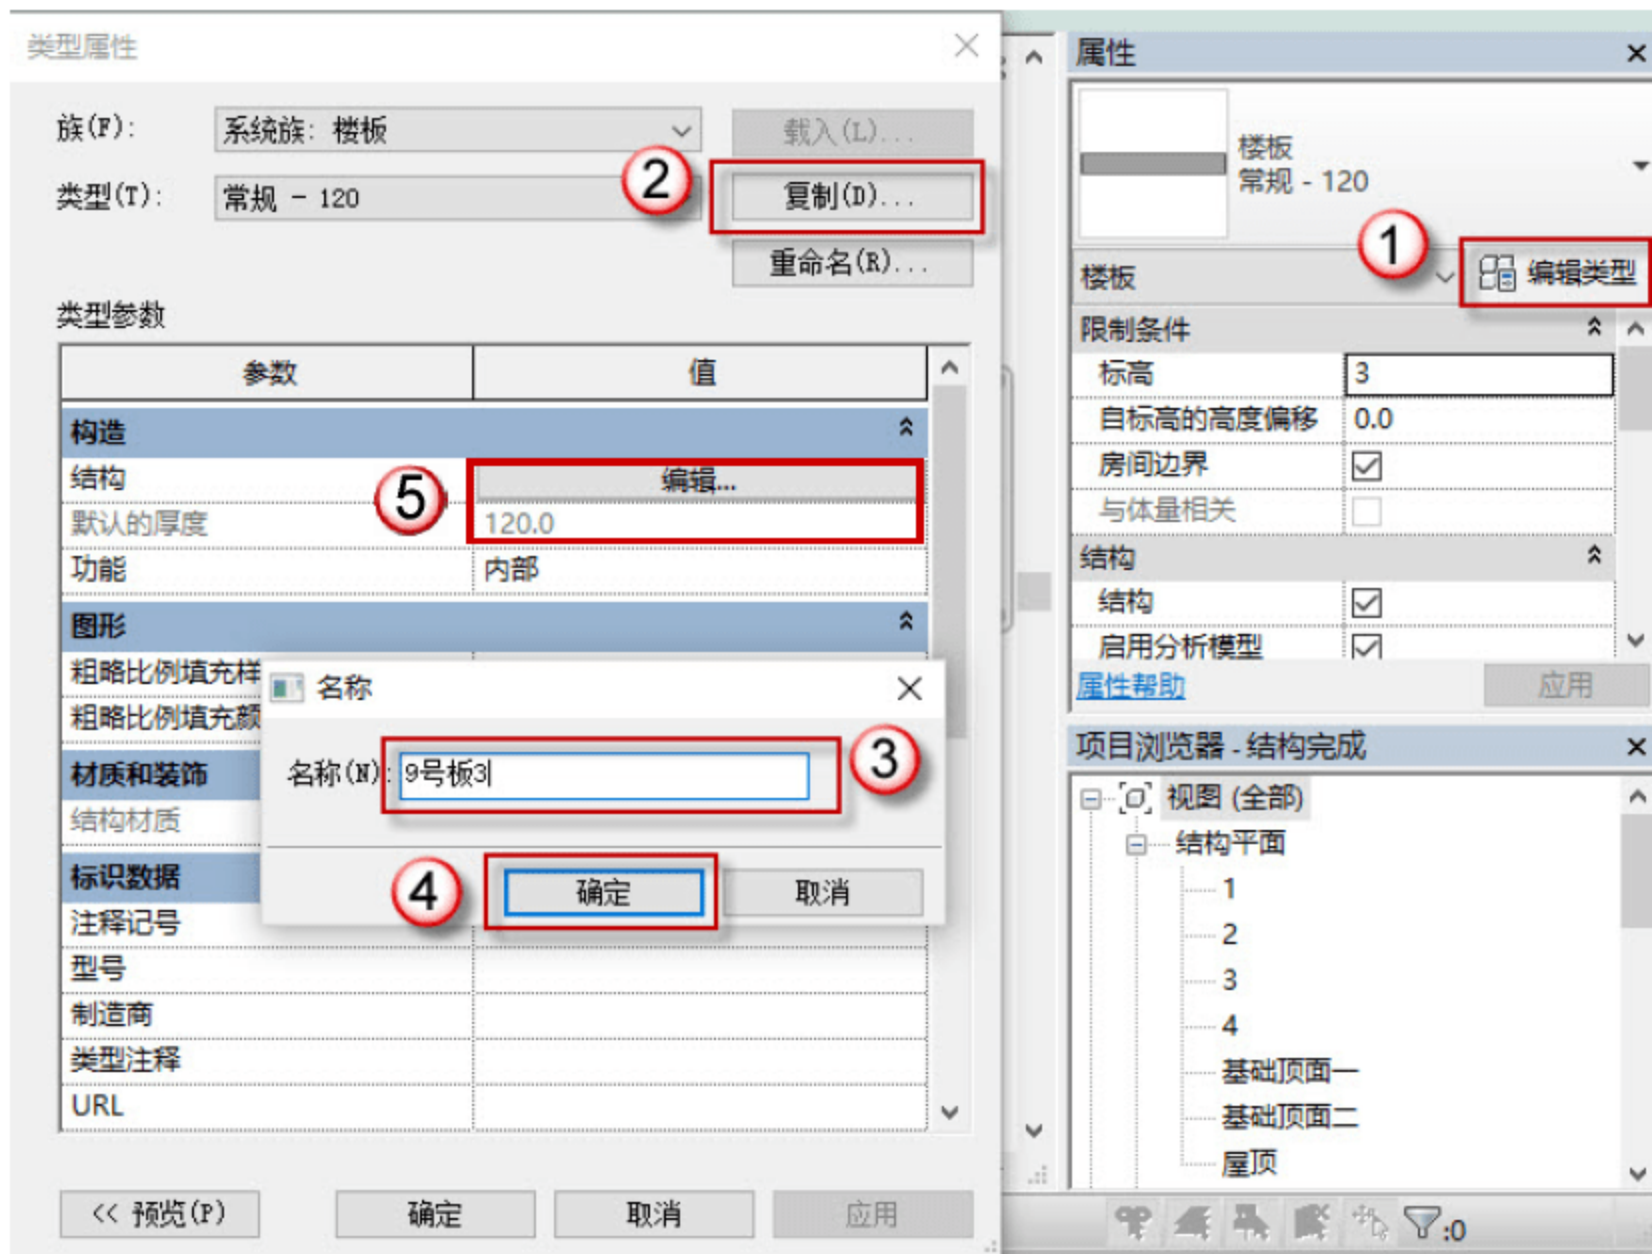

图 4.4.30 修改 9 号板
(10) 修改 9 号板, 选中 9 号板, 单击“编辑类型”按钮, 在弹出的对话框中, 单击“复制”按钮, 在弹出的对话框中命名为“9 号板 3”, 单击“确定”按钮。单击“编辑”选项, 修改板厚为 120, 如图 4.4.30 所示。